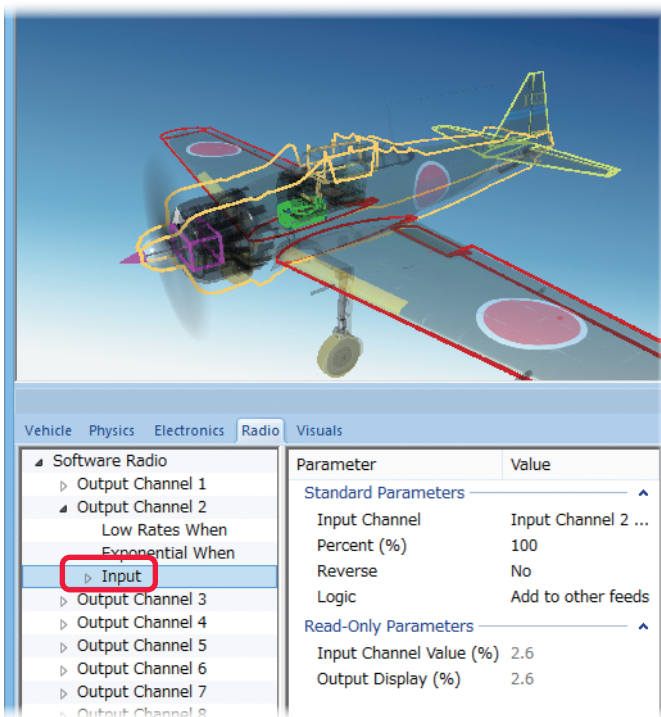
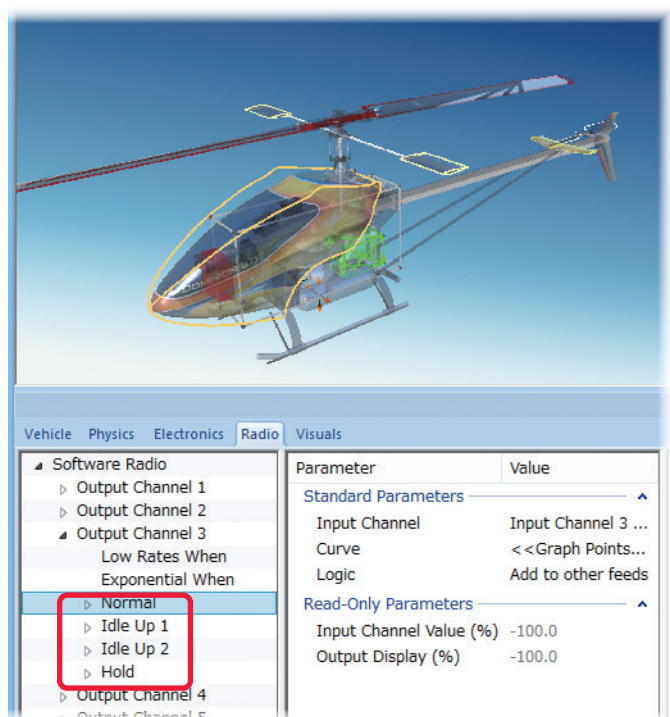

図 1
図 2
Electronics ディレクトリで説明した "Input" の項目 (Input for this Servo、Control Input 等) でレシーバーに接続されたサーボやその他のアイテムが、コントローラのスティック、スイッチまたはノブのどの入力チャンネルでコントロールされているか確認、変更ができます。(図 1) レシーバーに接続されたサーボやその他コンポーネントをフライトコンディション(フライトモード)で入力チャンネルを変更したり追加したい場合はこの **Input** を追加します。**RealFlight** のほとんどのヘリコプターの場合、スロットルやコレクティブピッチには **Normal / Idle Up1 / Idle Up2 / Hold** といった **Input** の項目が設定されています。(図 2)
■ Percent (図 1)
■ Reverse (図 1)
■ Curve (図 2)
■ Logic (図 1/図 2)
■ Input Channel (図 1/図 2)
■ Input Channel Value (図 1/図 2)